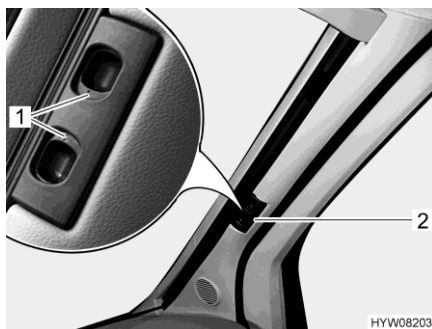

Fig. 44 Tendina oscurante pieghevole (parabrezza)
- Premere le maniglie di sbloccaggio (Fig. 44,1) e mantenerle premute.
- Tirare la tendina oscurante pieghevole del parabrezza per la maniglia (Fig. 44,2) verso il centro della finestra.
- Spingere verso l'esterno le due metà della tendina oscurante pieghevole del parabrezza per la maniglia (Fig. 44,2) fino all'arresto.
- Rilasciare le maniglie di sbloccaggio (Fig. 44,1) e mantenerle innestate.